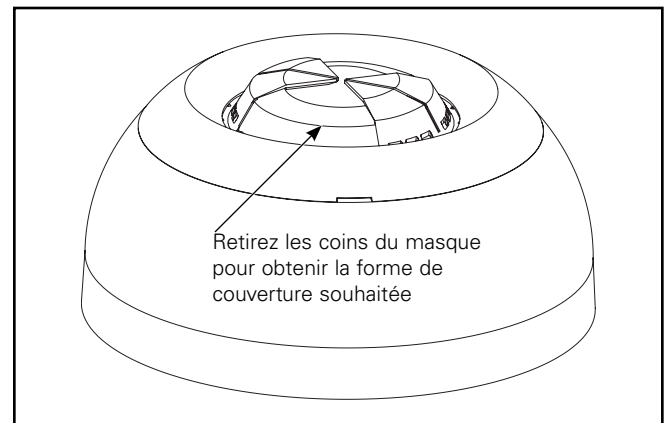

Figure 7.
4. Retirez les coins du masque pour obtenir la forme de couverture souhaitée. (Figure 7.)